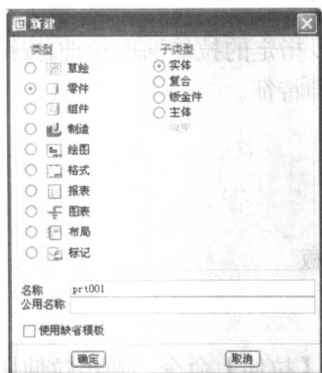

图 1-6 【新建】对话框
(2) 在工具栏中单击 (新建)按钮, 或者选择【文件】|【新建】命令, 打开【新建】对话框。在其中选择【零件】和【实体】单选按钮, 在【名称】文本框中输入 prt001, 取消选中【使用缺省模板】复选框, 如图 1-6 所示。